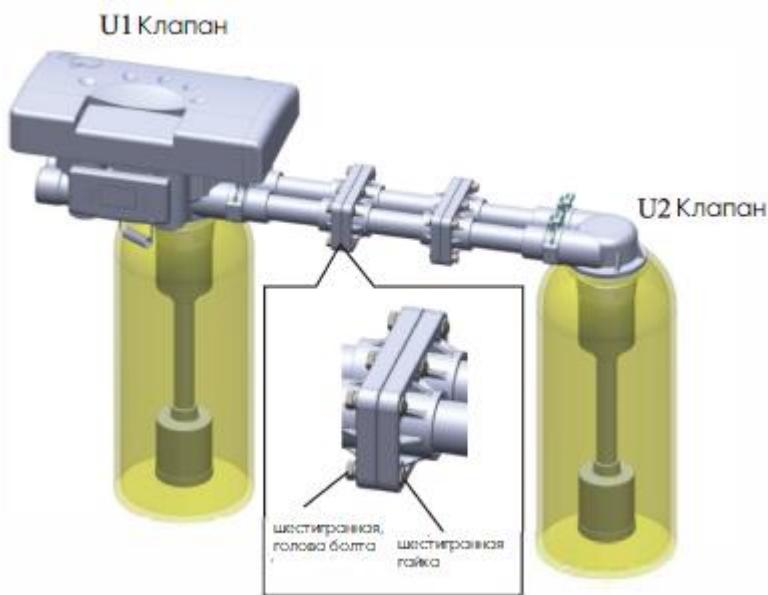

Рисунок 2-1-4
4. Как показано на рис. 2-1-4, затяните фланцевое соединение соединительной трубы болтом с шестигранной головкой и шестигранной гайкой.